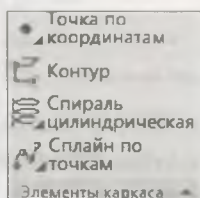

Рис. 18.11. Панель инструментов Элементы каркаса
- Панель инструментов **Элементы каркаса** (рис. 18.11) — содержит кнопки команд, с помощью которых можно создавать цилиндрические и конические спирали, ломаные трехмерные линии и плавные кривые (сплайны). Подробно работа с командами данной панели рассмотрена в *уроке 22*;